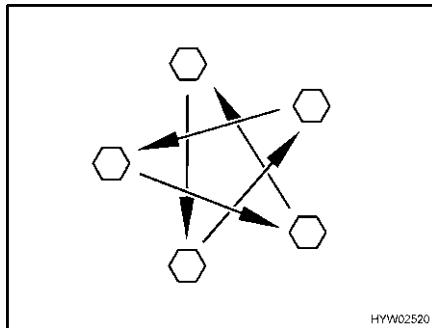

Fig. 136 Serrare a croce i dadi o i bulloni delle ruote
- Controllare regolarmente il serraggio dei dadi o dei bulloni. Regolare a croce (Fig. 136) il serraggio dei dadi o dei bulloni di una ruota sostituita dopo circa 50 km.
- ▷ Serrare a croce i dadi o i bulloni delle ruote (Fig. 136).